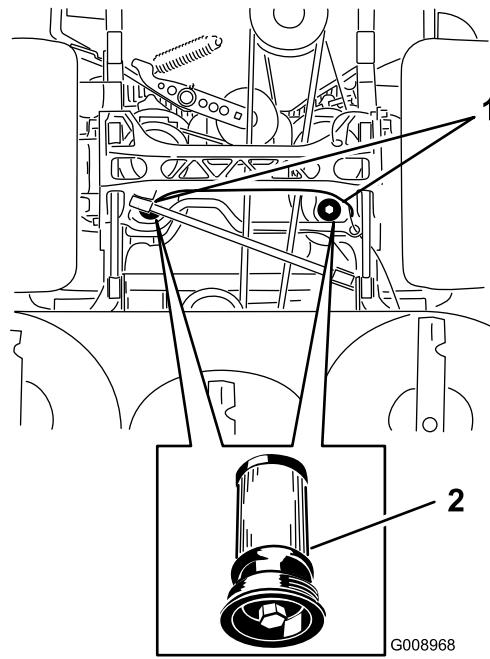

Figura 83
- Coloque un recipiente debajo del filtro, retire el filtro usado y límpie la superficie (Figura 83).
- Aplique una capa fina de fluido hidráulico a la junta de goma del filtro nuevo (Figura 83).